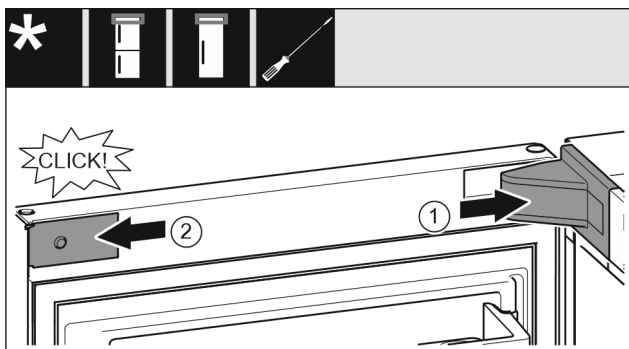

Fig. 23
- Lagerbockabdeckung aufsetzen und einrasten, ggf. vorsichtig auseinanderdrücken. *Fig. 23 (1)*
- Bende seitlich ansetzen und einrasten. *Fig. 23 (2)*